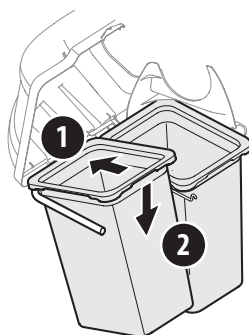

Figure 12
- Installez les deux sacs à herbe sur leur support en insérant d'abord la partie avant du sac comme indiqué au point (1) de la Figure 12, puis la partie arrière jusqu'à ce que chaque sac soit correctement placé sur son support (2).